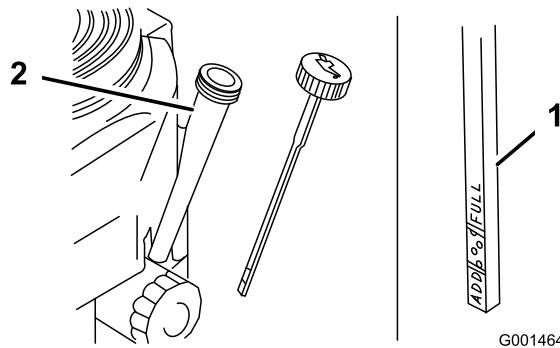

Figura 23
4. Limpie alrededor de la varilla de aceite (Figura 23) para impedir que caiga suciedad por el orificio de llenado y cause daños en el motor.
5. Desenrosque la varilla de aceite y límpie el extremo (Figura 23).
6. Deslice la varilla a fondo en el tubo de llenado, pero no la enrosque en el tubo (Figura 23).
- Vierta lentamente un 80% aproximadamente de la cantidad especificada de aceite por el tubo de llenado (Figura 23).